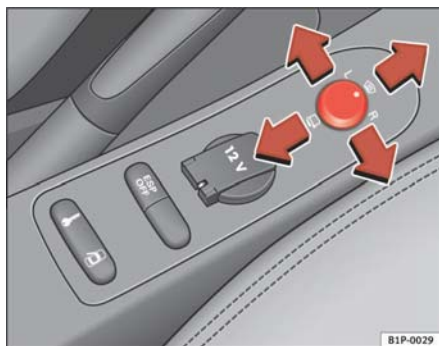

Fig. 88 Mando de los retrovisores exteriores
1. En primer lugar, gire el mando ⇒ **fig. 88** hasta la posición **L (retrovisor izquierdo)**.
- Gire el mando hacia delante, en la posición central ⇒ **fig. 88** **1**, para que los retrovisores térmicos se calienten y la función de cristal parabrisas calefactable* en la zona de reposo de las escobillas, quede activada. ⇒ página 124
- Gire el mando ⇒ **fig. 88** hasta la posición  para plegar los retrovisores exteriores. Para evitar daños en el vehículo, debería plegar los retrovisores exteriores siempre que utilice un túnel de lavado automático.